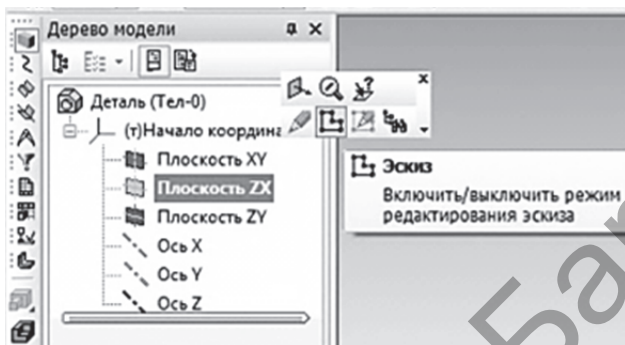

Рисунок 5.3
3. В дереве модели выберите вариант «Плоскость ZX». Щёлкните на кнопке «Эскиз» на панели «Текущее состояние» (рис. 5.3). Плоскость ZX станет параллельной экрану.